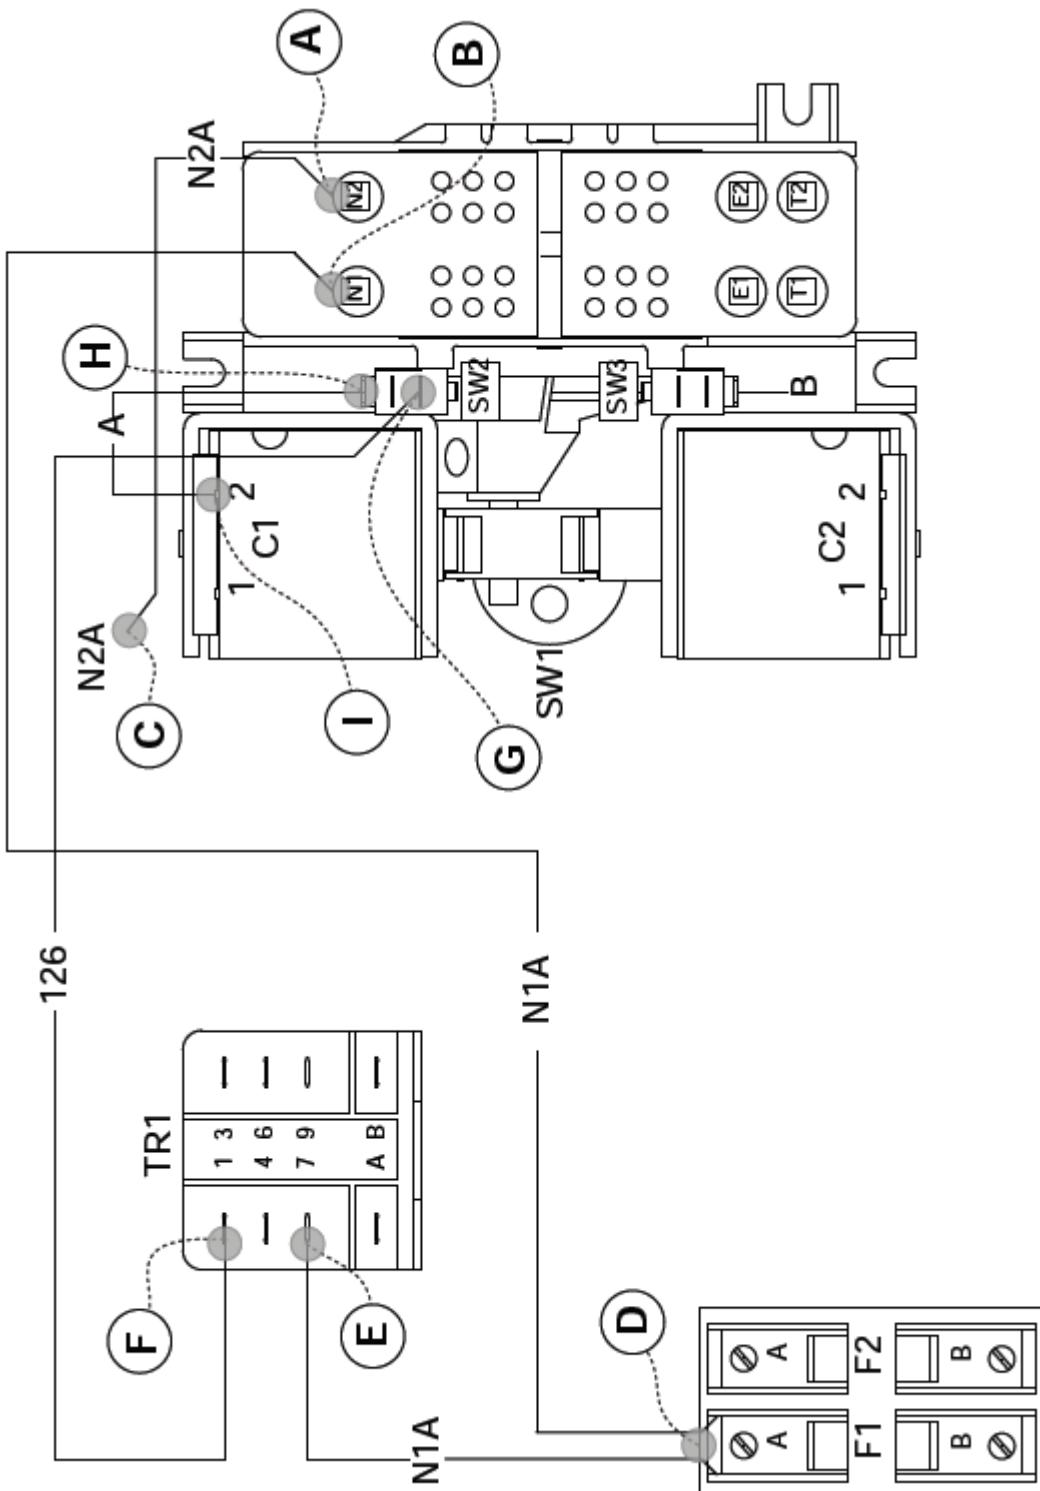

Рисунок 7. Точки тестирования контура управления сетевым источником электроснабжения
3. Вытащить предохранители F1, F2 и F3 из патронов (смотреть рисунок 7).